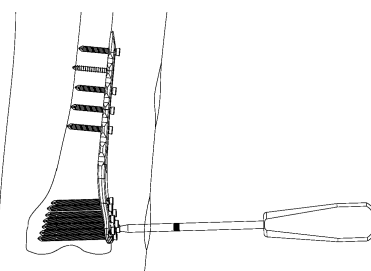

図 28
- 1) ヘクスロープ 25 ドライバーを用いてスクリューを抜去します。(図 28)